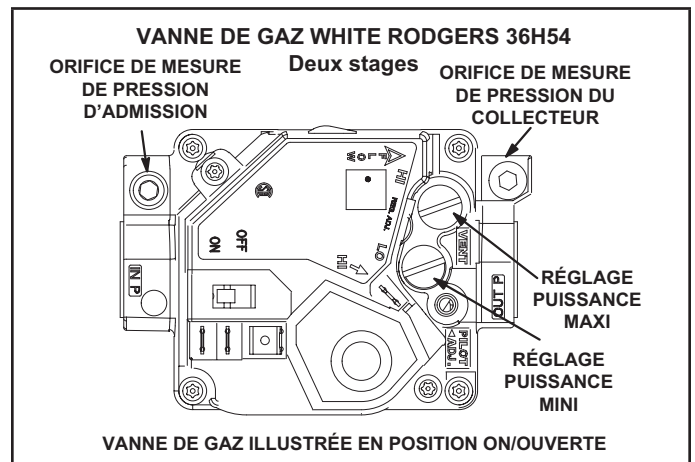

FIGURE 23
Fonctionnement de la vanne de gaz Honeywell VR8205Q / VR8305Q et White Rodgers 36H54 (FIGURE 23).
- 5 - Mettre l'interrupteur de la vanne de gaz sur **OFF/FERMÉE**. Voir FIGURE 23.
- 6 - Attendre cinq (5) minutes pour s'assurer que tout le gaz a eu le temps de se dissiper. En cas d'odeur de gaz, **ARRÊTER!** Appeler immédiatement le fournisseur du gaz depuis chez un voisin et se conformer à ses instructions. S'il n'y a pas d'odeur de gaz, passer au point suivant.
- 7 - Mettre l'interrupteur de la vanne de gaz sur **ON/OUVERTE**. Voir FIGURE 23.